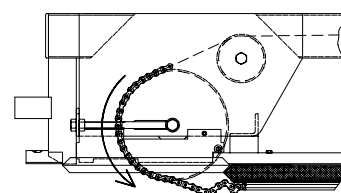

Abb. 3
- In Abb. 3 wird die Einführung der Kette in die geschlossene Gleitschiene dargestellt.
- Aufgeworfene Kette (Abb. 3)